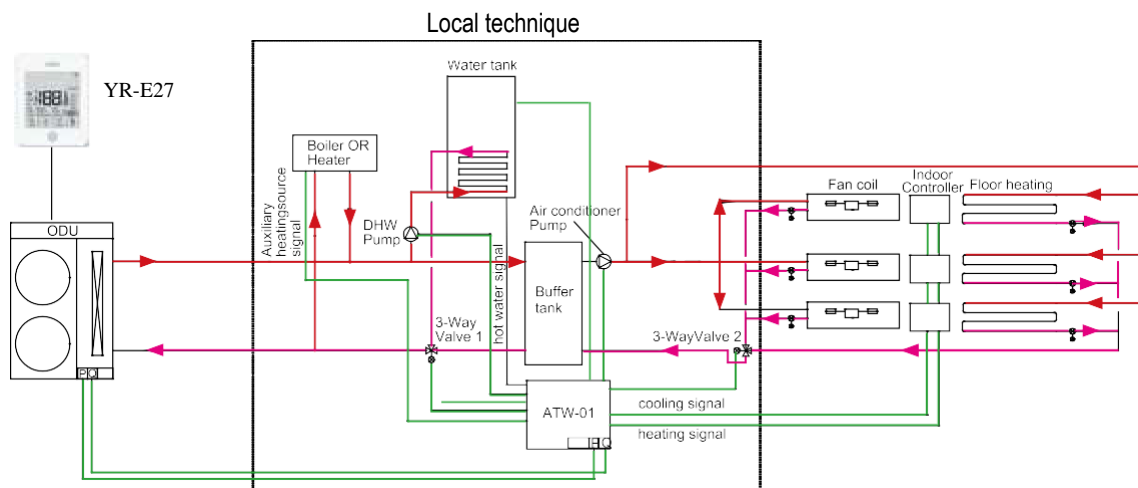

Fig.2 DHW (eau chaude sanitaire) contrôlée par le contrôleur de l'utilisateur
- L'utilisateur règle CN22 sur ON/OFF tandis que la carte PCB extérieure BM1-1 est réglée sur ON (désactivé) (Fig.2).